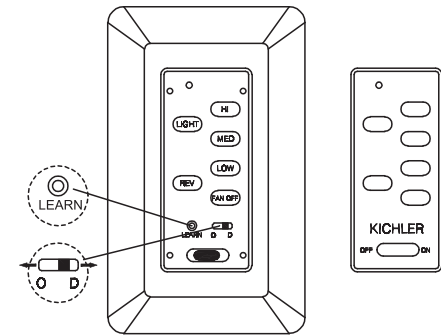

Figura 21
Paso 1. Una vez completada la instalación, presione y mantenga presionado el botón "APRENDER" (LEARN) durante 3 segundos dentro de los 30 segundos posteriores a la activación de la alimentación de CA. El ventilador se encenderá a velocidad media y la luz (si está instalada) se encenderá. Esto confirma que el ajuste "SMART SYNC" está activo y bien. (Figura 21)